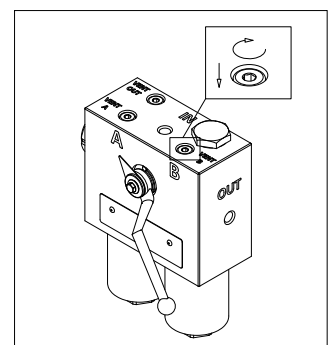

fig. 13
- (Fig. 13) Serrare il tappo di sfianto.